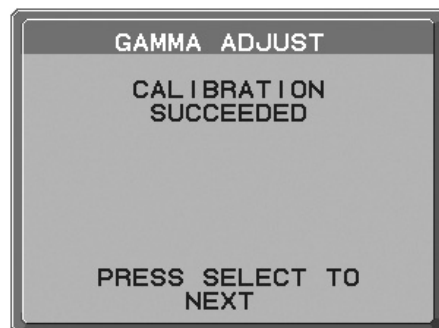

Рисунок 16
- После того как появится сообщение “CALIBRATION SUCCEEDED” (КАЛИБРОВКА ЗАВЕРШЕНА) (**Рисунок 16**), нажмите “SELECT”. Для завершения калибровки нажмите “EXIT”.